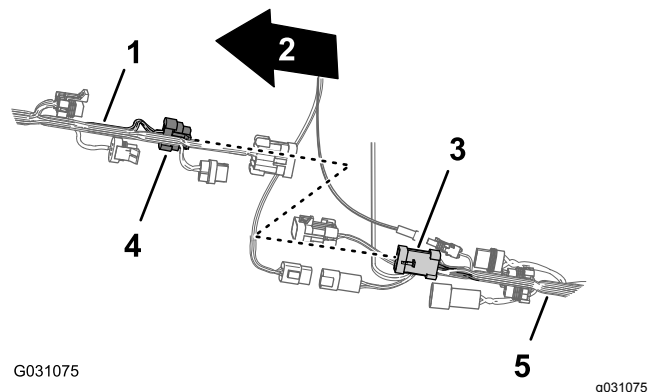

図 89
3. 前方ハーネスのスプレーヤ用ハーネスインターコネクタの8ピンコネクタを、後方ハーネスのレートスイッチ用8ソケットコネクタに接続する 図 89。